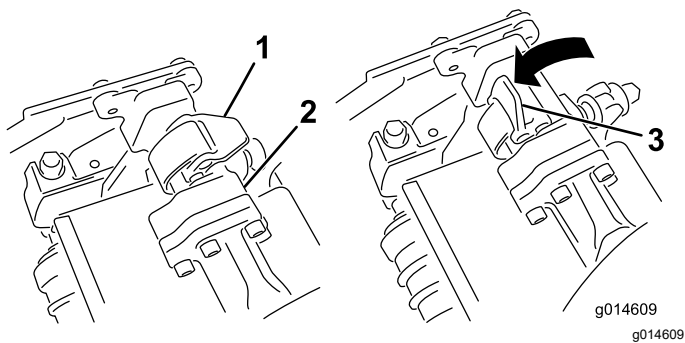

**Рисунок 53**
2. Поднимите и поверните вверх подножку, открывая доступ к центральному режущему блоку (Рисунок 53).